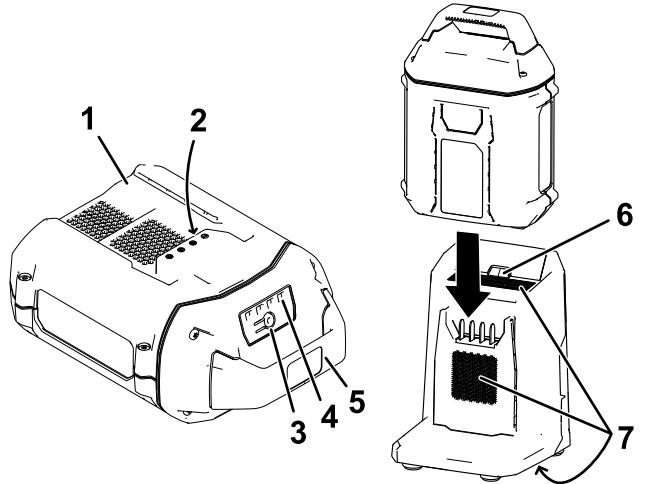

Bild 19
2. Fliegen Sie das Loch im Akkupack (Bild 19) mit der Zunge am Ladegerät aus.
3. Schieben Sie den Akkupack in das Ladegerät, bis es einrastet (Bild 19).